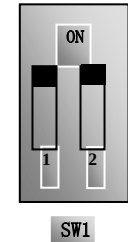

图 5-10
- (5) 对于 E2000-C 系列 30kW 及其以下功率变频器控制端子排附近有一个两位红色拨码开关 SW1，如图 5-10 所示。拨码开关的作用是选择模拟量输入端子 AI2 的电压信号 (0~5V/0~10V) 或电流信号，出厂值默认为电流通道。使用时通过 F203 选择模拟量输入通道。按图示把开关 1 拨到 ON 位置，2 拨到 ON 位置，选择 0~20mA 电流调速。其他拨码开关的位置与调速方式详见下表 5-2。